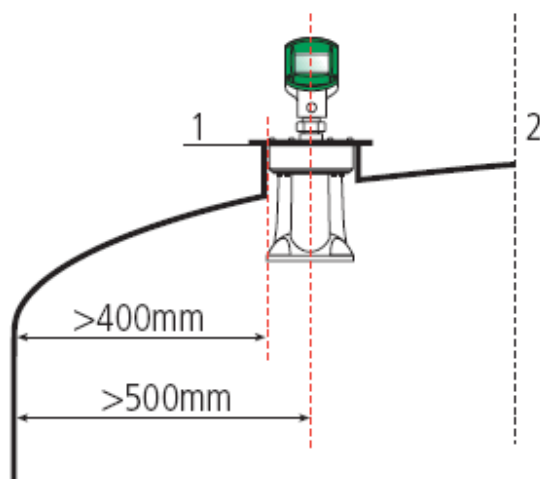

Figura 6 Installazione serbatoio chiuso
- ⊙ Il punto di installazione nel serbatoio deve essere almeno a 0,5 metri dal lato del serbatoio, come indicato in Figura 6 Installazione serbatoio chiuso.